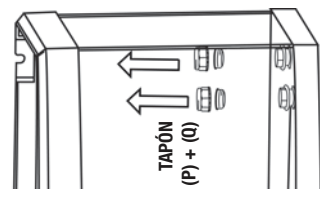
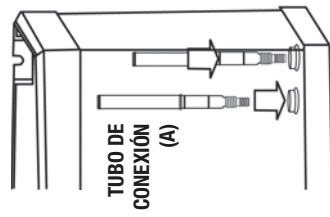

FIG. 1
FIG. 2
1. Desenrosque con la mano el tapón (P) y saque el tapón (Q) de la abertura (O) (Fig. 1).
- Importante:** guarde los tapones (P) y (Q) para usarlos en el futuro.
2. Coloque el tubo de conexión (A) completamente en la abertura (O) hasta que se detenga (Fig. 2)
1. Desenrosque manualmente el tapón (P) y saque el tapón (Q) de la abertura (I) (Fig. 1).
2. Coloque el segundo tubo de conexión (A) por la abertura (I) hasta que se detenga (Fig. 2).